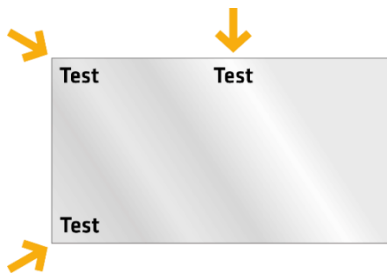

Figure 32 : points du contrôle
2. Effectuer le test suivant sur au moins deux coins adjacents et au milieu d'un côté du vitrage isolant (Figure 32).